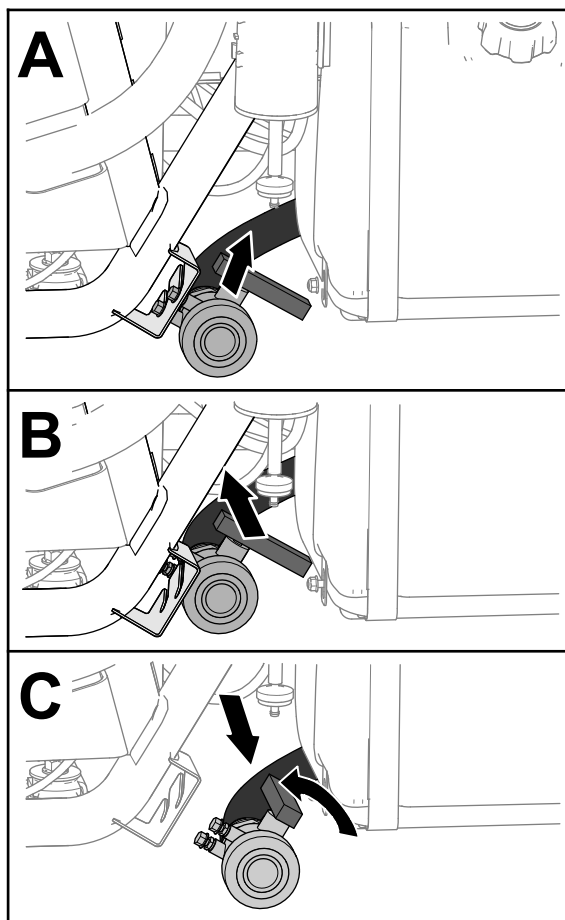

Figura 27
2. Individuate la valvola di spurgo del serbatoio sul lato sinistro della macchina, davanti al serbatoio del carburante (Figura 27).
3. Sollevate la valvola e spostatela verso l'interno fino a quando i prigionieri di supporto della valvola non superano le scanalature nella staffa della valvola di spurgo, quindi spostate la valvola indietro (Figura 27).
4. Allineate l'estremità della valvola con il contenitore di spurgo e ruotate la stegola della valvola in senso antiorario in posizione di apertura (Figura 27).
5. Una volta spurgato completamente il serbatoio, ruotate la maniglia della valvola di spurgo in posizione di chiusura e montate la valvola sulla staffa della valvola di spurgo (Figura 27).